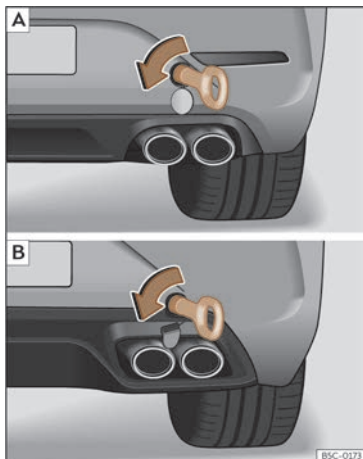

Fig. 50 No lado dereito do parachoques traseiro:argola de remolque roscada. [A] Leon Sportstourer; [B] Leon.
- Enrosque a argola de remolque na cavidade, xirándoa ao máximo **no sentido contrario ao das agullas do reloxo**»» **fig. 50** »» **!**. Use un obxecto adecuado co que poida enroscar totalmente e con firmeza a argola de remolque na súa cavidade.